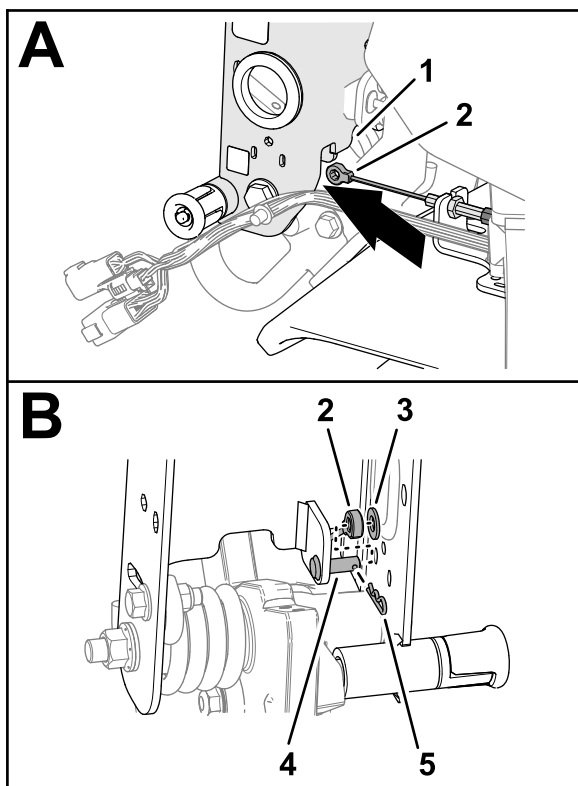

Figura 7
1. Direcionezi fittingul cablului de frână sub partea inferioară a canalului barei de ghidare (Figura 7).